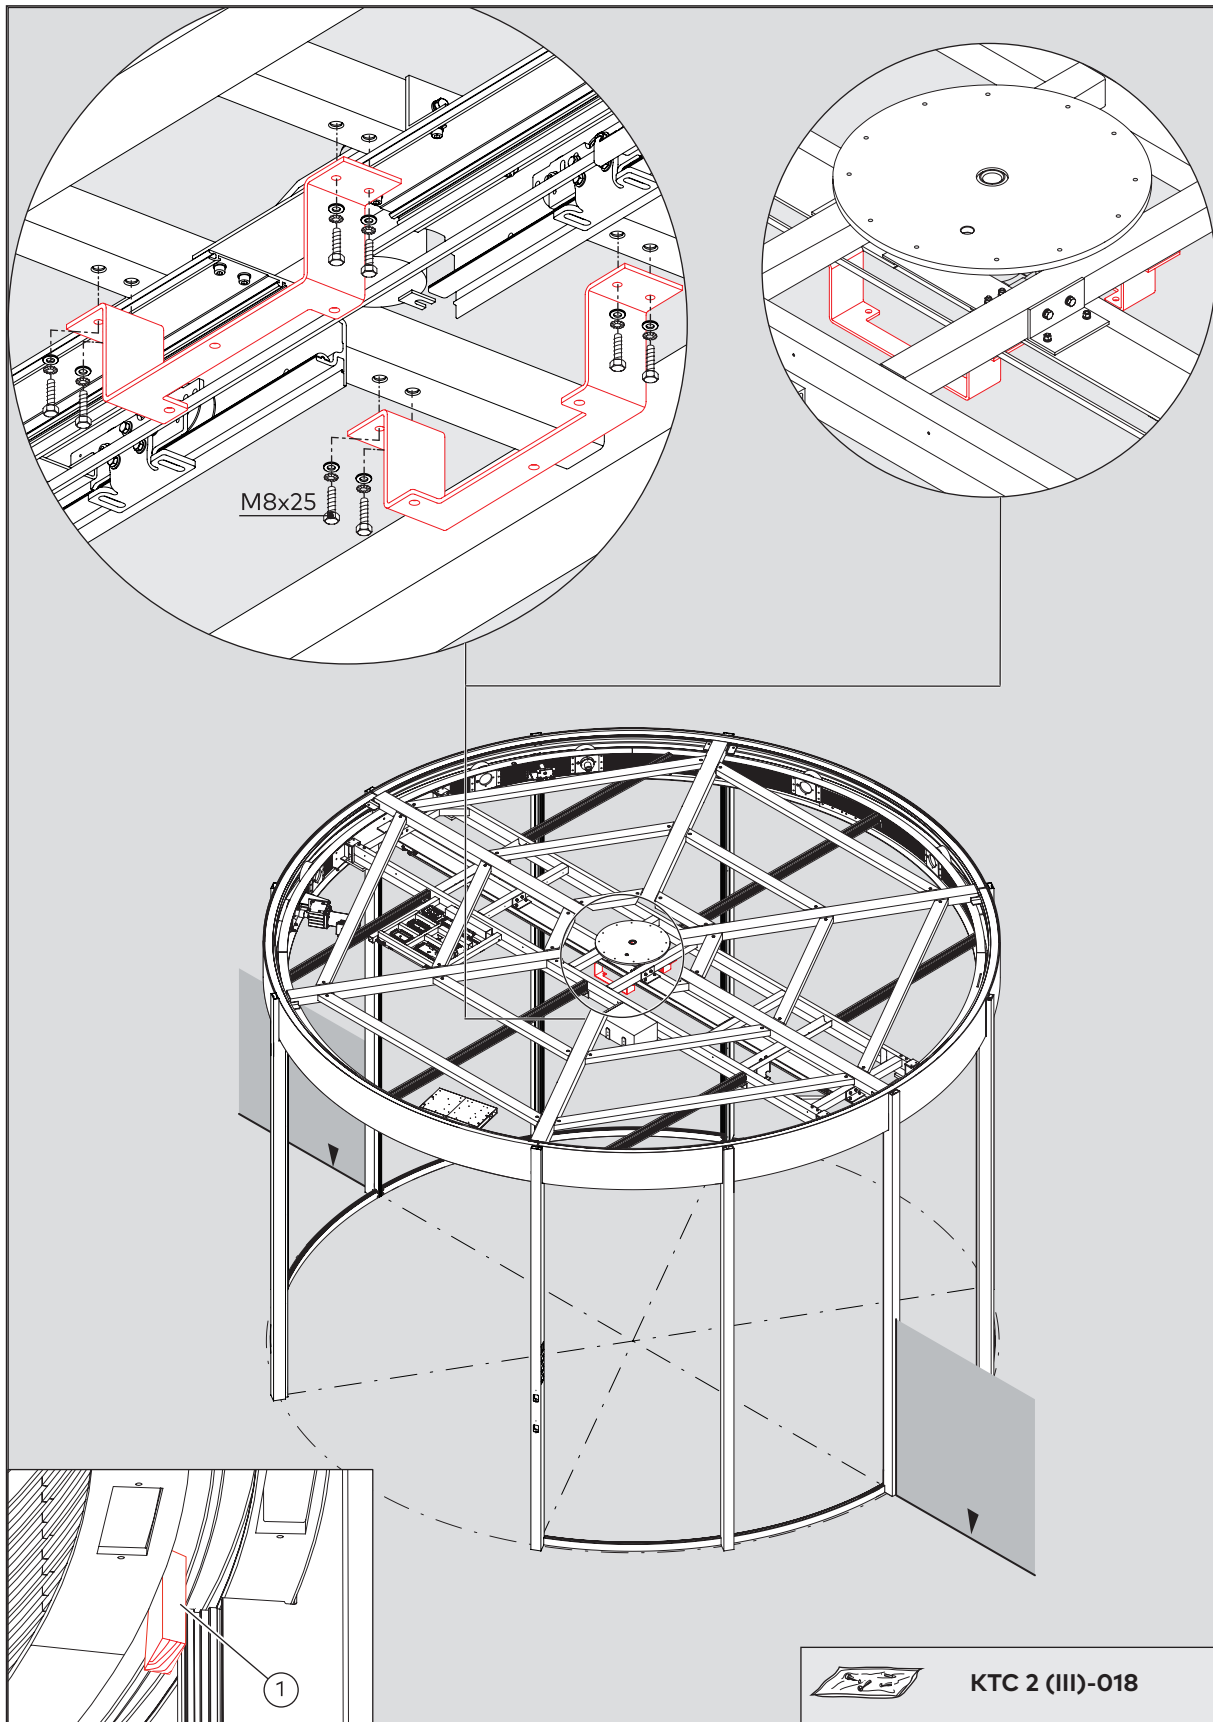

Abb. 53 Montage der Halterung für den Deckenprofilträger
1. Die 12 Holzklötze (Abb. 53/1) aus dem Kapitel „5.5 Montage des Unterdeckenrings“ entfernen.